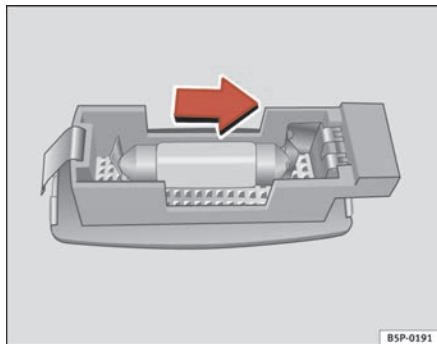

Fig. 202 Desmontaje luz del parasol
- Retire la luz con cuidado, utilizando el destornillador por su parte plana, tal como indica la figura. ⇒ fig. 202.
- Retire la lámpara, moviéndola en el sentido de la flecha y hacia afuera. ⇒ fig. 202 ■